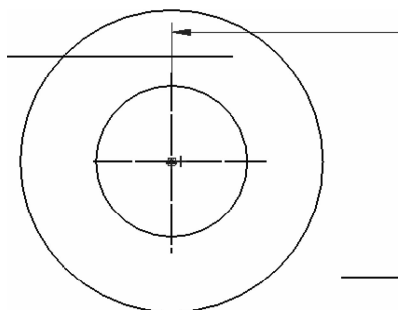

图 6-154 绘制同心圆
(20) 单击【主页】选项卡【绘图】区域下的  【圆】按钮下的【中心和点画圆】，在弹出的菜单栏中的 直径(D): 0.00 mm 中填入值 14mm 和 28mm，在上侧的点画线中心绘制直径分别为 14mm 和 28mm 的同心圆，如图 6-154 所示。